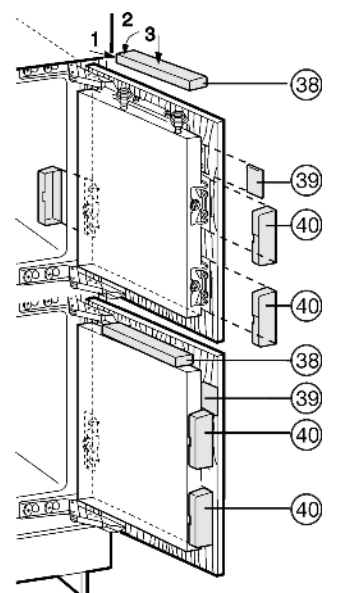

Fig. 26
- ▶ Applicare la copertura superiore Fig. 26 (38) e innestare in posizione.
- ▶ Applicare le coperture laterali Fig. 26 (39), spingerle fino alla battuta e quindi inserirle a pressione a scatto.
- ▶ Infilare lateralmente le coperture Fig. 26 (40) e quindi tirarle in avanti con un cacciavite inserendole a scatto.